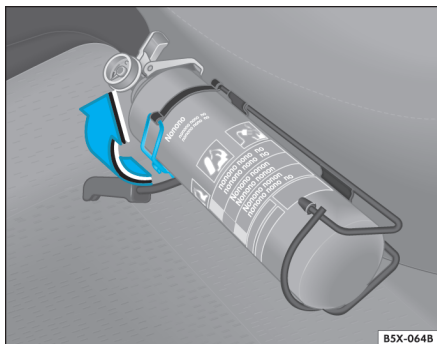

Fig. 23 Extintor de incendio en el asiento delantero simple
- Suelte la abrazadera de fijación, tirándola hacia arriba -flecha- ⇒ fig. 23.